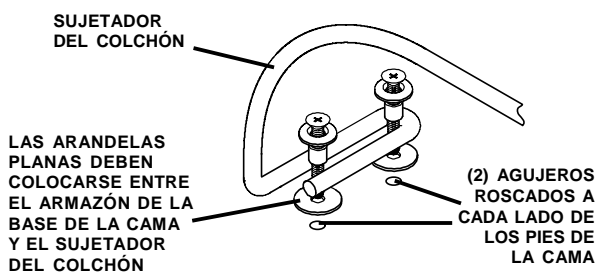

FIGURA 5: instalación del tope del colchón estándar.
- c. Coloque los pernos del tope del colchón (flojos) en los (4) orificios roscados, en la parte superior de la base de la cama en sección de los pies (FIGURA 5)
- d. Deslice cada extremo en forma de u del tope alrededor de los pernos del tope del colchón. Posicione los extremos del tope con las arandelas acopladas en la parte superior (FIGURA 5)